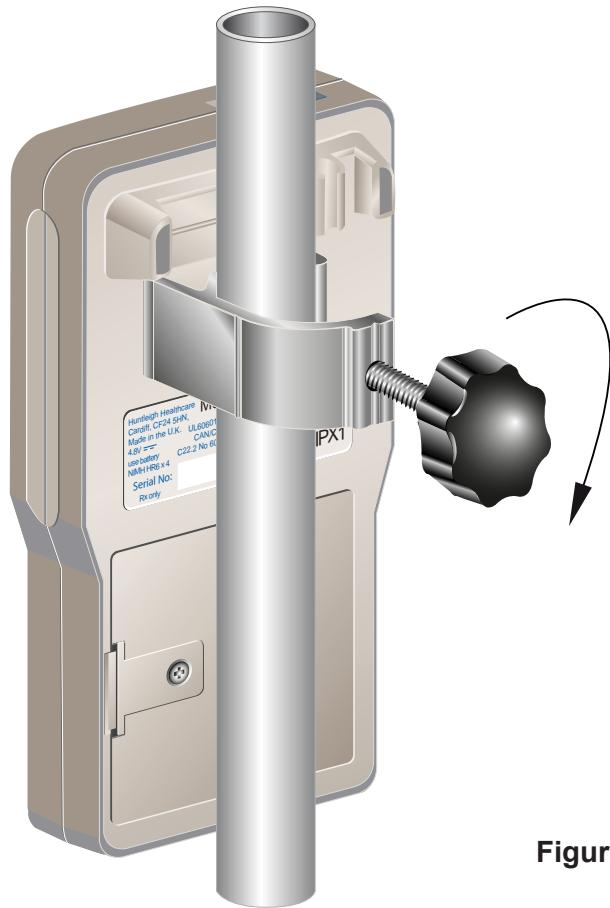

Figura 1
1. Far scorrere il morsetto per asta sotto il fermacintura sull'unità e fissare in modo ben saldo all'asta I.V (vedere la figura 1 sotto).